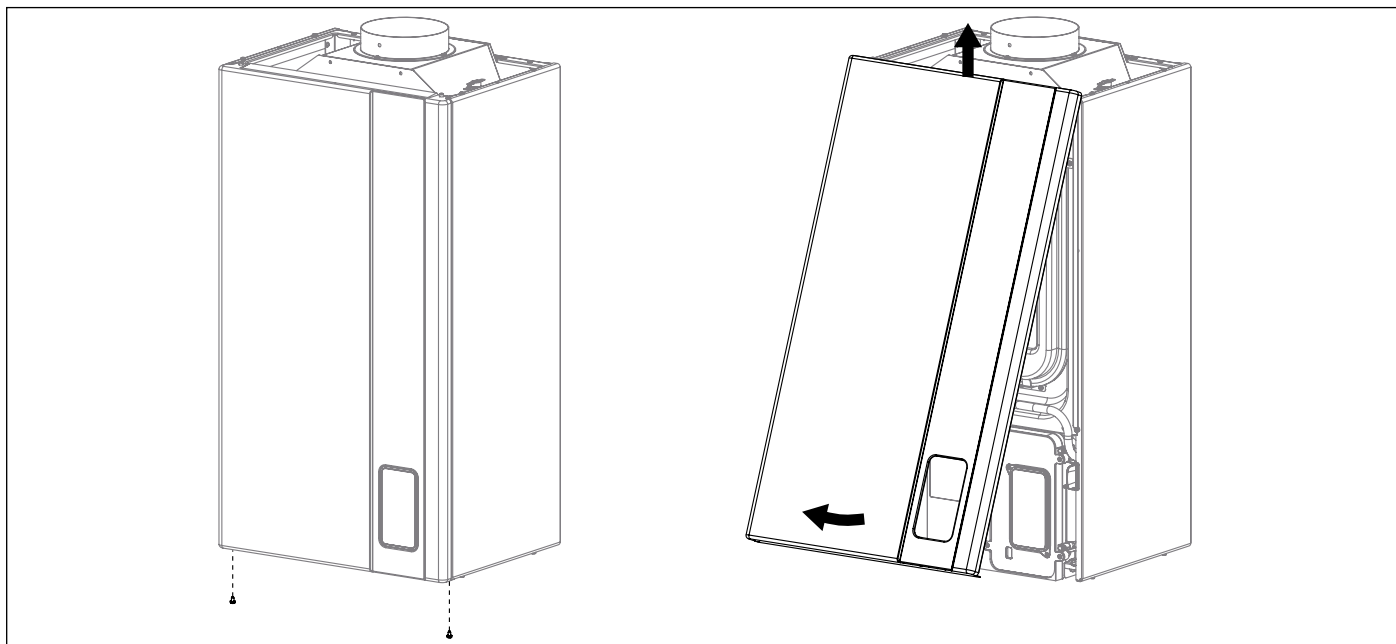

Abb. 8 Verkleidung
- Befestigungsschrauben an der Unterseite lösen und vordere Geräteverkleidung entfernen (siehe Abb.8 Verkleidung).